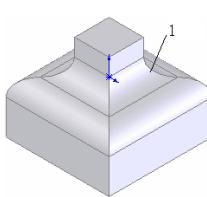

图 3-79 圆角的图形
**10** 确认圆角特征。单击“圆角”属性管理器中的“确定”图标按钮 ，结果如图 3-79 所示。
对图 3-79 和图 3-81 进行对比可以看出,同样的圆角命令操作,由于图 3-81 采用了“圆形角”圆角方式,避免了尖锐点的出现,采用了平滑过渡方式。